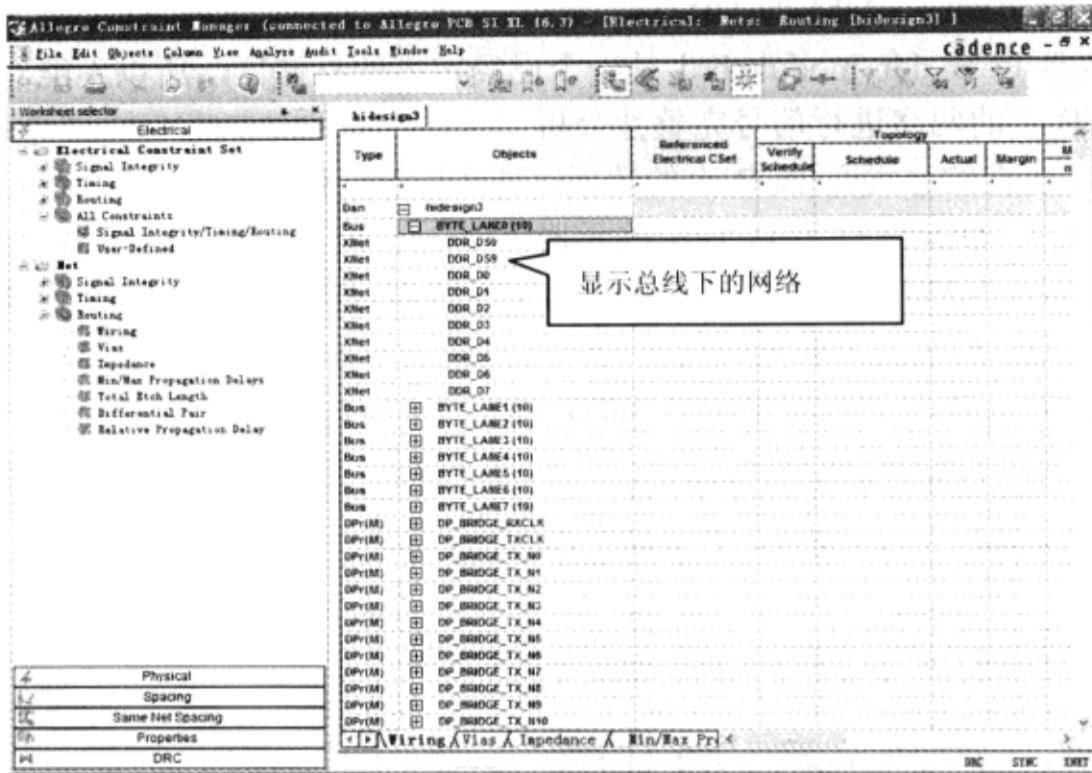

图 3-8-4 显示 BYTE\_LANE0 总线
(2) 单击“OK”按钮，关闭“Tip of the Day”窗口。看到左侧“Electrical”部分有两个最高层次，即“Electrical Constraint Set”和“Net”。
(3) 单击“Net”层次下“Routing”前的“+”号→单击弹出的“Wiring”表格符号→右侧表格区域弹出网络列表→找到表格到 **BYTE\_LANE0** →单击前面的“+”号，显示这个总线包含的所有网络，如图3-8-4所示。
(4) 在“Allegro Constraint Manager”窗口，执行菜单命令“Tools”→“Options”，弹